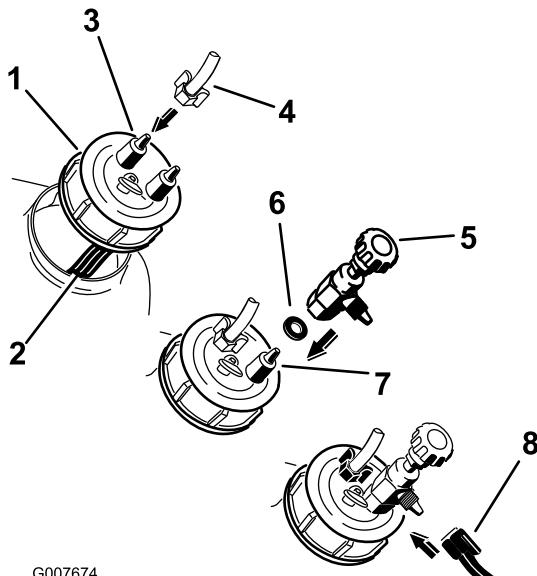

Figura 15
2. Montate sul tappo nero il flessibile di equalizzazione da 91,44 cm e la valvola di regolazione per montaggio su tappo (Figura 15).